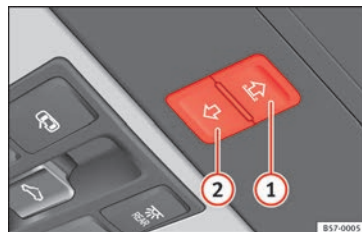

Fig. 141 Nel rivestimento interno del tetto: tasti della tendina parasole.
I tasti  fig. 141 **1** e **2** presentano due livelli. Nel primo livello è possibile aprire o chiudere la tendina parasole, completamente o parzialmente.
- *Tendina parasole*: prima che siano trascorsi 5 secondi dall'attivazione della pilotaggio, premere il tasto **»»** **fig. 141** **2** finché la tendina non si sarà chiusa completamente.